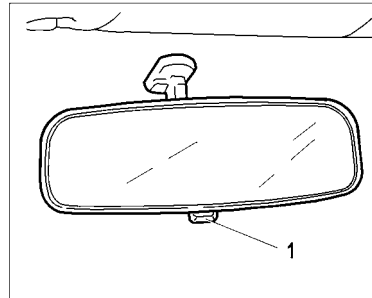

Рис. 17. Внутреннее зеркало
**Внутреннее зеркало** заднего вида регулируется поворотом вокруг шарнирной головки. При osлеплении светом фар движущегося сзади транспорта измените угол наклона зеркала при помощи рычажка 1 (рис. 17).